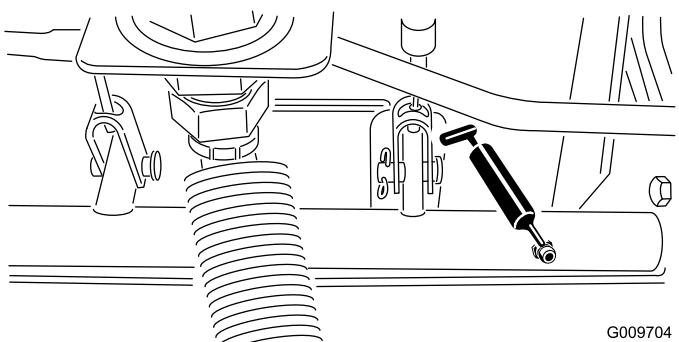

Figura 67
- Cojinetes del pivote del eje de freno (5); consulte Figura 67